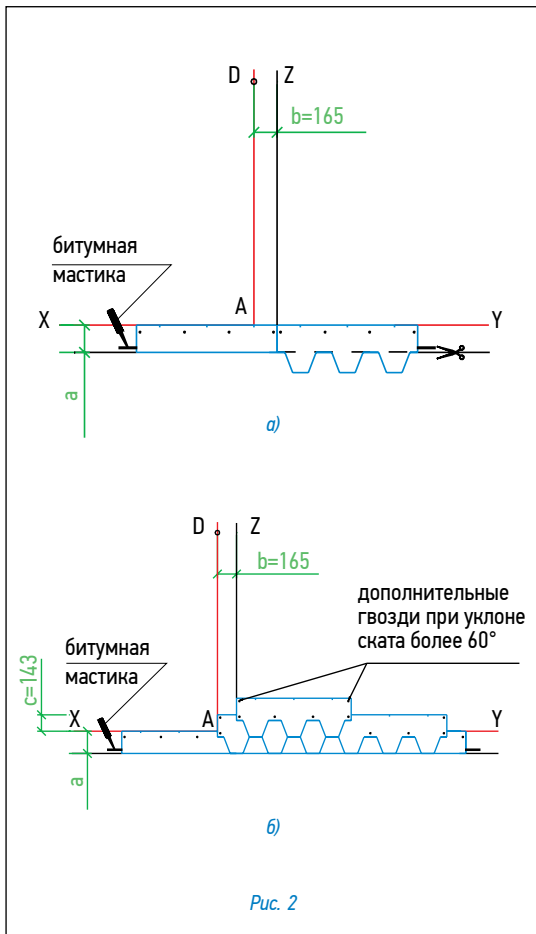

Рис. 2
Укладка материала (рис. 2)
- Начальный ряд формируется из специальной коньково-карнизной черепицы, либо из листов черепицы обрезанных по линии образованной конечными точками вырезов. Элементы начального ряда укладываются по линии карниза в обе стороны от линии Z (рис. 2а) и фиксируются по нижнему краю битумной мастикой, а по верхней кромке 4 гвоздями (ось гвоздей на 5 см ниже верхнего края полосы);
- далее первый ряд черепицы укладывается от линии AD (рис. 2б);
- второй ряд укладывается от линии Z (со смещением 16,5 см от AD) (рис. 2б);
Каждый лист гибкой черепицы крепится 4 гвоздями в штатных местах таким образом, чтобы гвоздь прошивал и верхний край нижележащего листа черепицы (рис. 2б).